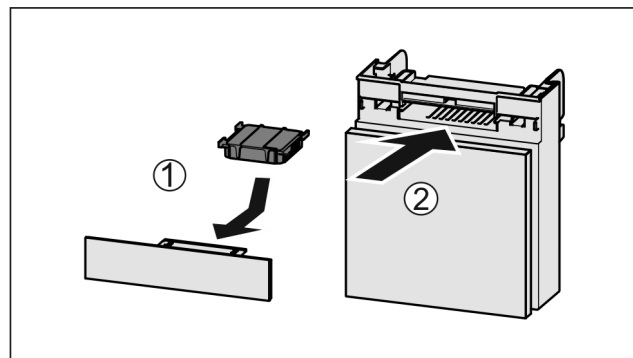

Fig. 207
- Insérer le filtre à charbon actif d'après le schéma Fig. 207 (1).
- Insérer le compartiment Fig. 207 (2).